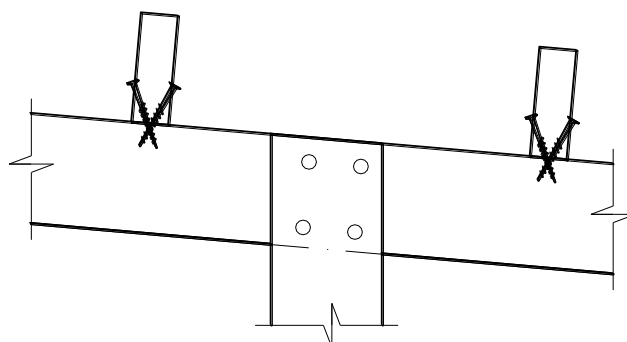

рис.11 – Схема крепления стропил.
- 1) Стропила крепить шурупами – саморезами 4,8х95 как показано на рис. 11. Свес балок составляет 322 мм.